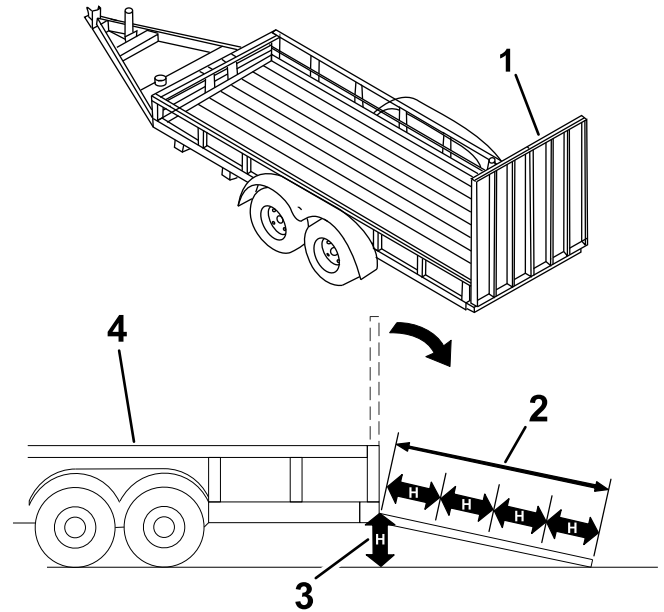

Figure 29
3. Abaissez la rampe (Figure 29).